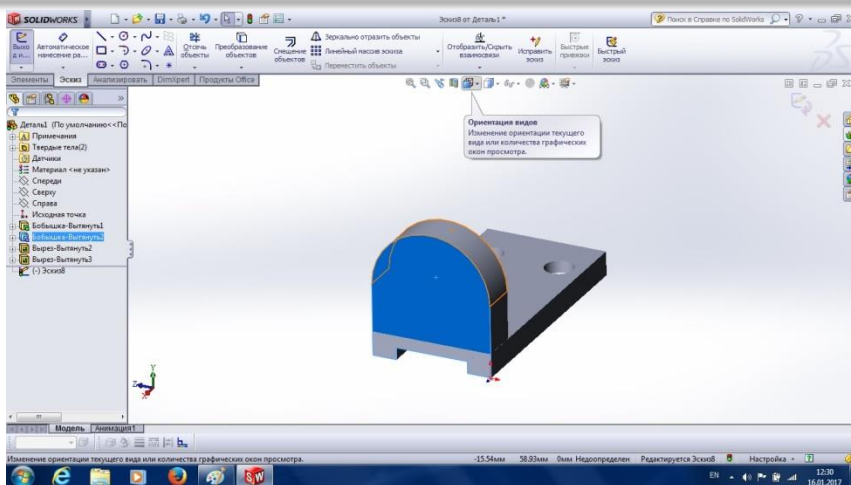
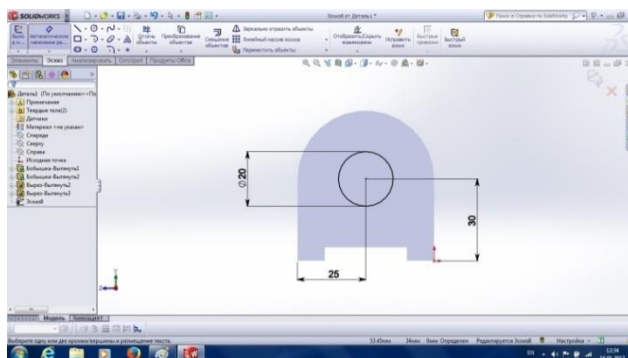

Рис. 3.15
Рис. 3.16
17. Для побудови отвору у вертикальній пластині, подвійним клацанням на грані, визначаємо площину наступного ескіза (рис. 3.15) і за допомогою команди **Вид** ставимо площину ескіза перпендикулярно до спостерігача (рис. 3.16).